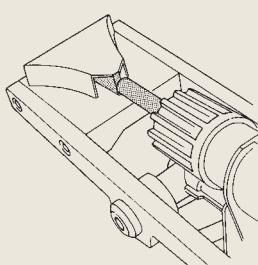
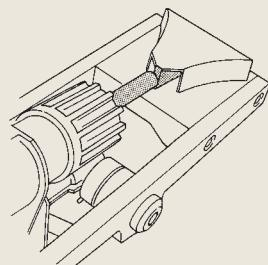

Fig. 3
Fig. 4
- 2) Check the right hand and the left hand alignment of the deflector with the gauge as shown in Fig. 3 and Fig. 4 by flipping the drive arm from side to side acting on the part circle lever to flip the arm.
- 2) Contrôler l'alignement côté gauche et côté droit du déflecteur avec le calibre comme indiqué sur les Fig. 3 et 4, en faisant basculer le bras oscillant de part et d'autre à l'aide du levier d'inversion.
- 2) Durch Betätigen des Wendehebels die Fluchtung des Ablenkers mit der Lehre auf beiden Seiten, wie in Fig. 3 und Fig. 4 dargestellt, überprüfen.
- 2) Compruebe la alineación del lado izquierdo y derecho del deflecto con el calibrador como indicado en las Fig. 3 y 4, haciendo bascular el brazo oscilante por las dos partes con la palanca de inversión.
- 2) Controllare l'allineamento tra deflettore e dima su entrambi i lati, come da Fig. 3 e Fig. 4, azionando la leva settore per esporre i singoli lati.
- 2) Verifique o alinhamento direito e esquerdo do defletor com o uso do calibrador, conforme mostrado nas fig. 3 e 4; faça oscilar o balancim de um lado para outro, movimentando manualmente a haste do dispositivo setorial do aspersor.